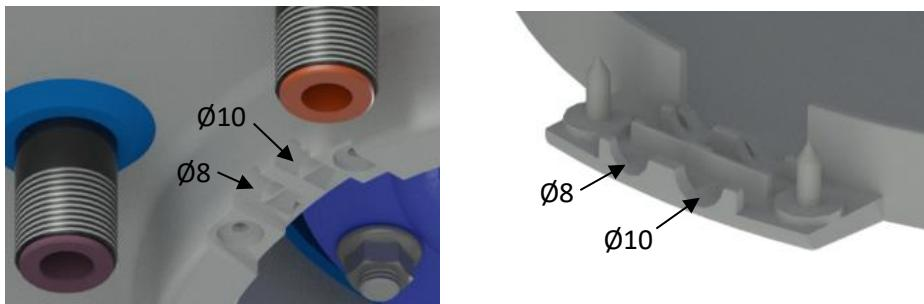
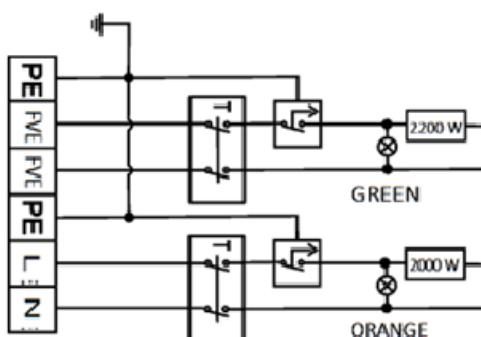

Abbildung 7
Abbildung 8
Führen Sie den Anschluss gemäß dem Anschlussplan durch. Die werkseitige Verkabelung darf nicht verändert werden! (Abbildung 8). Entfernen Sie in der Abdeckung der Elektroinstallation die Trennwand, die dem Durchmesser des Zuleitungsdrähtes Ø8 oder Ø10 entspricht (Abbildung 7). Die Schutzart der elektrischen Teile des Heizgeräts beträgt IP 44. Die Leistungsaufnahme der elektrischen Heizelemente beträgt 2200 W und 2000 W beim Heizgerät OKCE 2/2 kW.
- Der Schaltplan liegt dem Heizgerät bei und befindet sich auch auf der Abdeckung der Elektroinstallation (Abbildung 8).